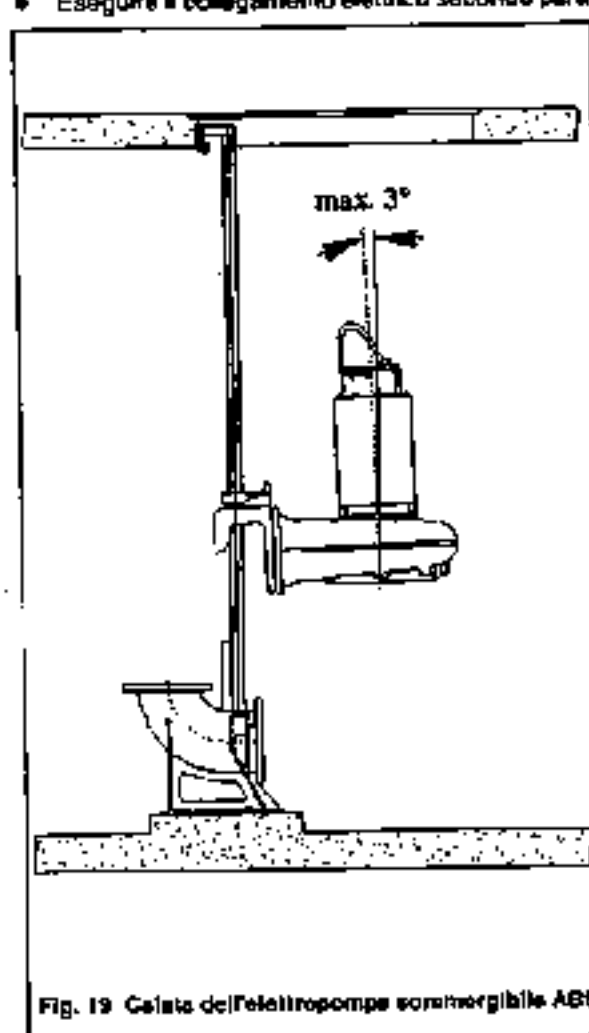
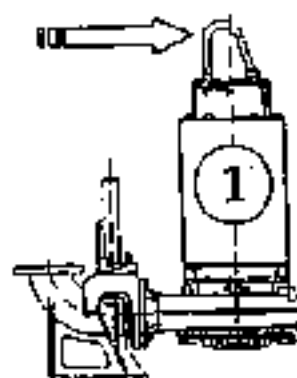
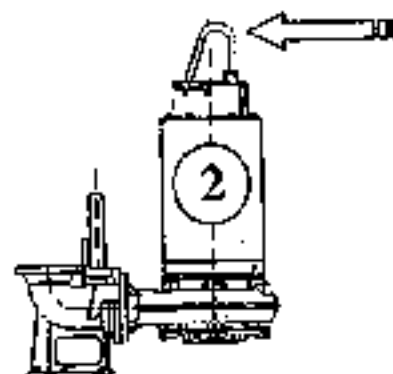
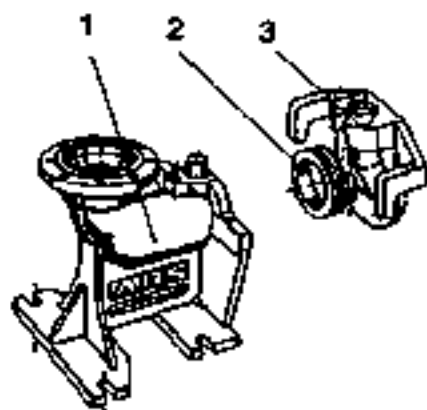

Fig. 19 Calata dell'elettropompa sommergibile ABS
Fig. 20 Montaggio staffa di sostegno "Base HD" (montaggio in fabbrica)
Fig. 21 Montaggio staffa di sostegno base "Versione leggera"
Fig. 22 Base curva (versione leggera) DN 100 / 150 / 200
ATTENZIONE Le pompe a immersione si devono installare conf. alla [Fig. 19]
ATTENZIONE La staffa di ritenuta viene montata, in fabbrica, per la versione ① provvista di base HD. Vedere [Fig. 19] e [Fig. 20]. Se viene utilizzata la base curva nella "versione leggera" ② (vedere [Fig. 21] e [Fig. 22]), la staffa di ritenuta dev'essere ruotata, come da [Fig. 21], di 180°. Coppia di serraggio delle viti: 158 Nm